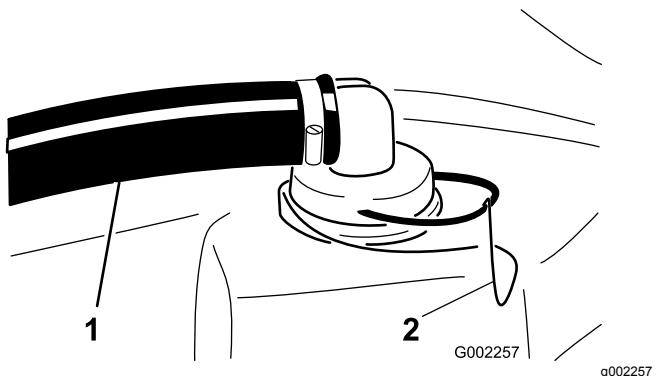

Figura 41
2. En la parte superior del depósito de fumigación, retire el clip de retención que sujeta el acoplamiento que está conectado a la manguera grande y al alojamiento del filtro (Figura 41).
3. Retire la manguera y el acoplamiento del alojamiento del filtro (Figura 41).